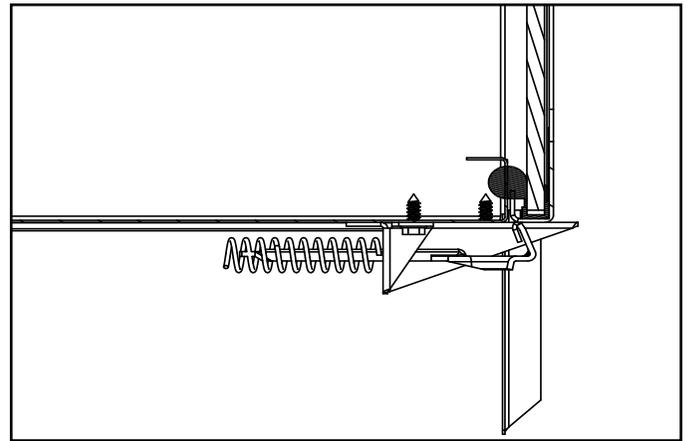

Figure 4.2 Assemblage de la vitre fixe
- L'assemblage de la vitre s'attache au foyer en quatre points. Les quatre mécanismes d'attache est constitué de verrous à ressorts. Un exemple de verrou de vitre est montré à la Figure 4.2.